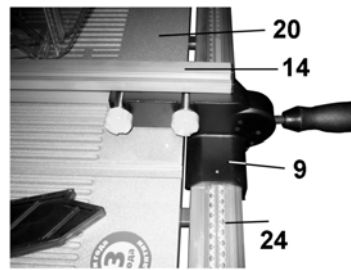

Рис. 15
8.5.1. На переднюю направляющую (24) установите параллельный упор (9), и как показано на Рис.15, установите и закрепите планку углового упора (24). Положение углового упора (9) на направляющей (24) фиксируется нажатием вниз на ручку углового упора (9), Рис.15.
### 9.6. Параллельный упор с направляющей планкой (Рис. 15)